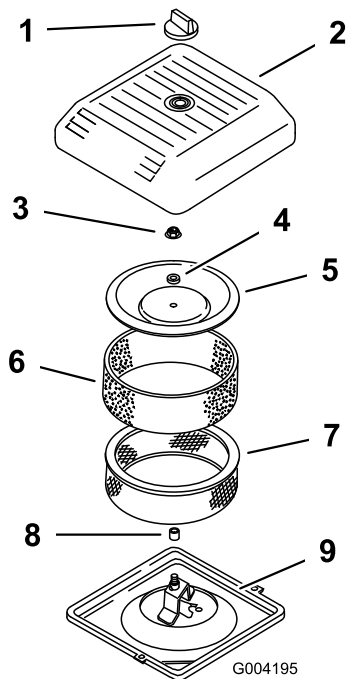

Figura 43
3. Desaperte o botão e retire a cobertura do filtro de ar (Figura 43).
4. Faça deslizar cuidadosamente o filtro prévio de esponja do elemento de papel (Figura 43).
5. Desaperte a porca da cobertura e retire a cobertura, o espaçador e o filtro de papel (Figura 43).
2. Coloque a estrutura do filtro do ar na base do filtro do ar (Figura 43).
3. Coloque a cobertura, o espaçador e aperte com a porca da cobertura (Figura 43). Aperte as porcas a 11 Nm.
- Coloque a cobertura do filtro de ar e fixe-a com o botão (Figura 43).